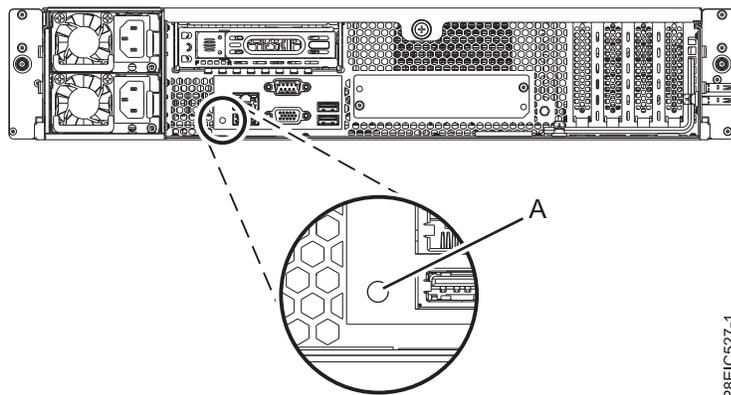

Figura 114. LED en la parte posterior del sistema 8348-21C
Los LED también se encuentran en la parte posterior del sistema; consulte la Figura 114. El LED de identificación está en (A).